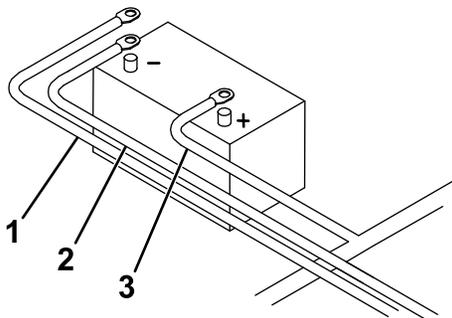

Figura 16
13. Conecte el cable negro de corriente/masa al borne negativo (-) de la batería (Figura 16).
14. Conecte el cable marrón con conector de anillo grande desde el arnés de cables al borne negativo (-) de la batería (Figura 16).
15. Conecte el extremo libre del cable de la batería al borne positivo (+) de la batería (Figura 16).